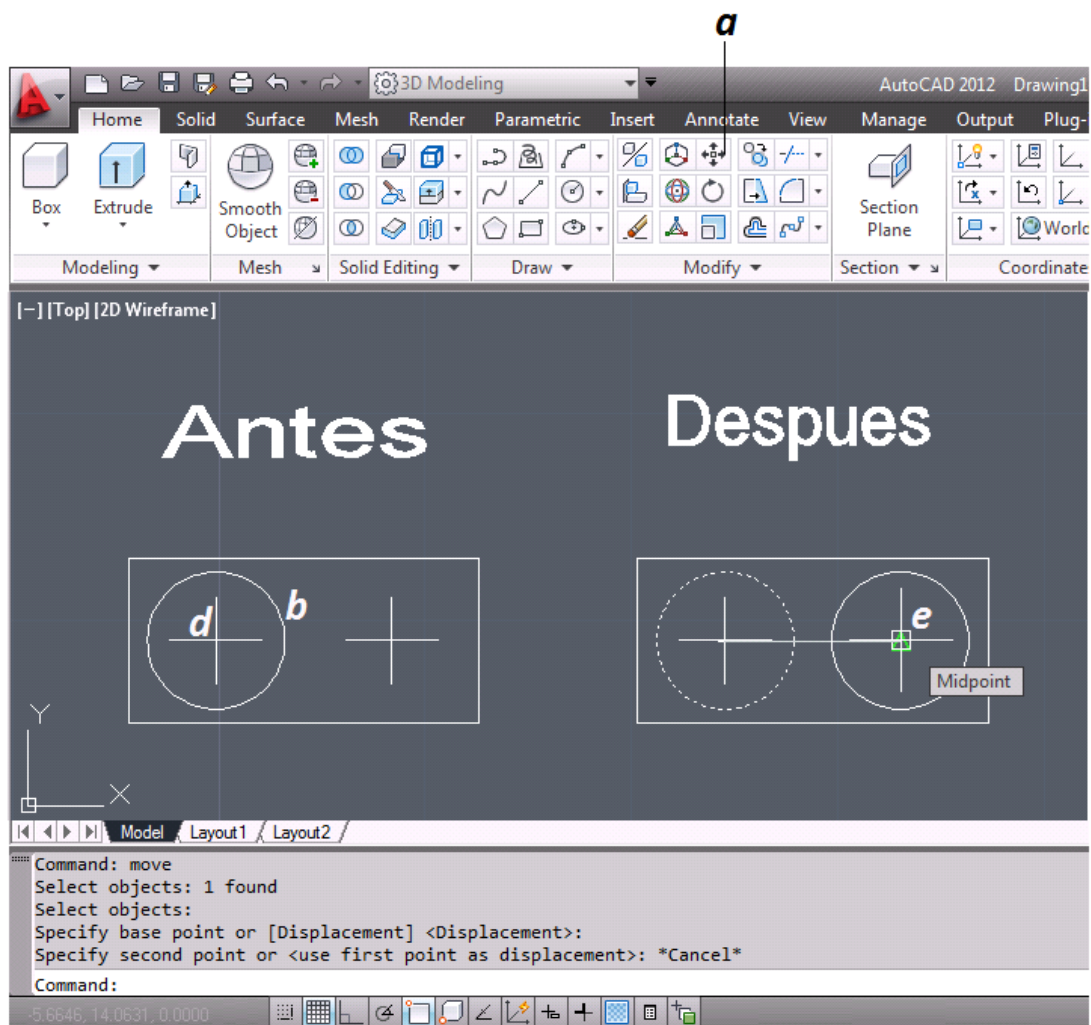

Figura 3.36 Modificación de Entidades “Desplazar”
- Se selecciona el comando Desplazar (*figura 3.36*).
- Se seleccionan las entidades a mover (*figura 3.36*).
- Se selecciona un punto de desplazamiento, en este caso el centro (*figura 3.36*).
- Ahora seleccionamos el nuevo punto donde se ubicara el elemento (*figura 3.36*).